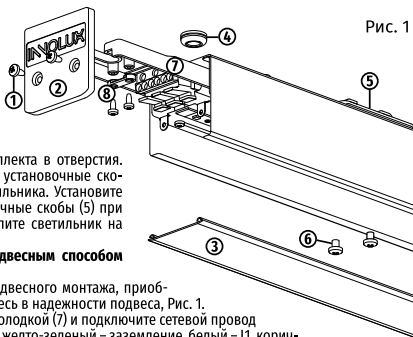

Рис. 1
- Введите сетевой провод в корпус через уплотняемое отверстие (4), Рис. 1.
Наметьте и просверлите два отверстия для установочных скоб (5) на поверхности стены или потолка по месту установки. Расстояние между центрами отверстий указано в Технических характеристиках. Установите пластмассовые дюбели из монтажного комплекта в отверстия. Открутите винты (6), которыми закреплены установочные скобы (5), используя отверстия в корпусе светильника. Установите на поверхность стены или потолка установочные скобы (5) при помощи винтов (входят в комплект). Закрепите светильник на скобы при помощи винтов (6). Рис. 1.
Установите на скобы (5) 2 комплекта для подвесного монтажа, приобретаются отдельно (артикул – 96 579). Убедитесь в надежности подвеса, Рис. 1.
- Выдвиньте пластину с нажимной клеммной колодкой (7) и подключите сетевой провод в соответствии со Схемой 1. Синий провод – N, желто-зеленый – заземление, белый – П, коричневый – L2. Проверьте надежность электрических соединений. Клемма L2 предназначена для реализации ввода внешнего выключателя светильника. Зафиксируйте провод зажимом и шурупом (8) (входит в комплект). Задвиньте пластину с нажимной клеммной колодкой, Рис. 1.
- Отрежьте необходимую длину рассеивателя (3), установите рассеиватель и прикрутите торцевые крышки (2) к корпусу, используя монтажные винты (1), Рис. 1.
- Выдвиньте пластины с нажимной клеммной колодкой (7) и подключите коннекторы из монтажного комплекта, Рис. 1.
- Закрепите соединительные скобы из KC-01-1-ДСО-06 в светильник винтами (входят в комплект), задвиньте пластины с нажимной клеммной колодкой (7) и закрепите соединительные скобы в другом светильнике.